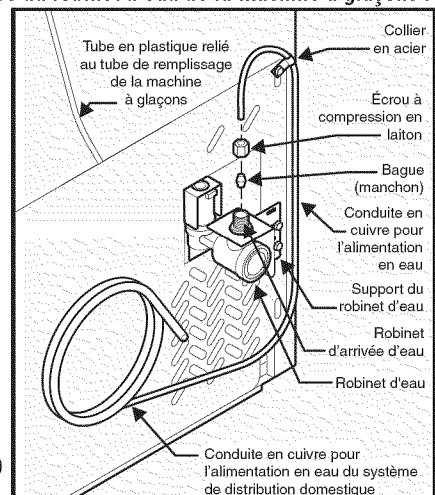

Figure 1 (La boucle comprend une longueur de conduite suffisante pour pouvoir déplacer le réfrigérateur lors du nettoyage.)
- Si vous utilisez du tuyau en cuivre - Faites glisser l'écrou à compression en laiton, puis installez la bague (le raccord) sur la conduite d'alimentation en eau. Poussez la conduite dans le robinet d'arrivée d'eau, aussi loin que possible (6 mm ou 1/4 po). Faites glisser la bague (le raccord) dans le robinet et serrez à la main l'écrou à compression sur le robinet. Serrez d'un autre demi-tour à l'aide d'une clé; NE serrez PAS trop. (Reportez-vous à la figure 1.)